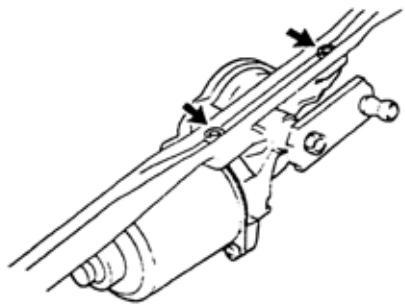

图 9-144
(2) 拆下 2 个螺栓和挡风玻璃刮水器电机总成，如图 9-144 所示。